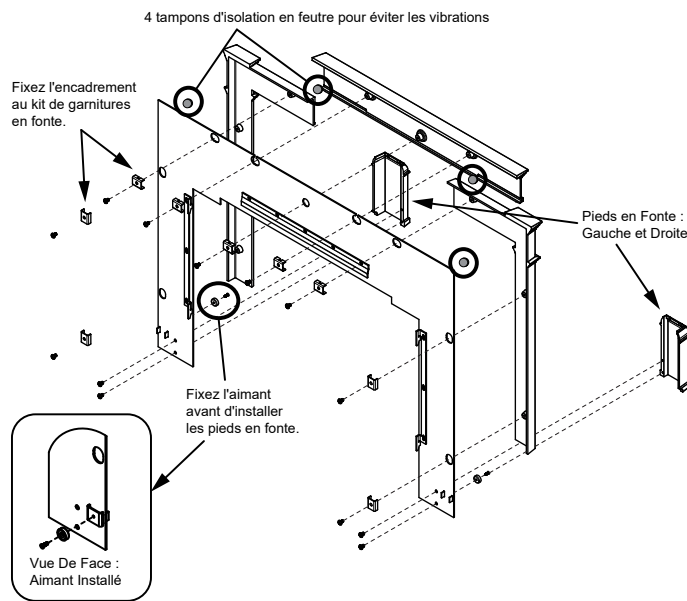

Figure 22.1
3. Placez les tampons adhésifs anti-vibrations en feutre sur la face avant de chaque angle de la pièce en métal supérieure et sur la face arrière de chaque angle de la pièce supérieure en fonte (**Figure 22.1**).